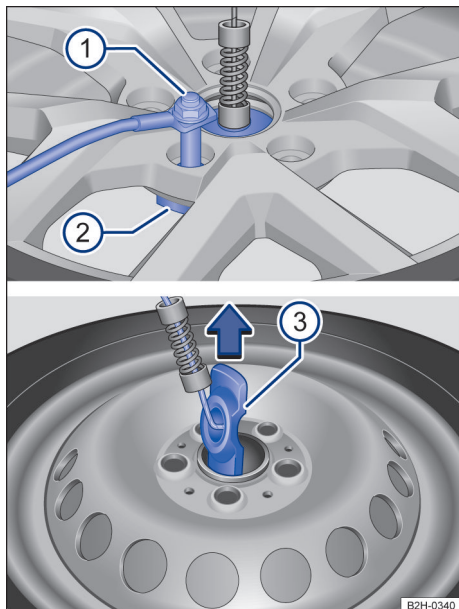

Fig. 14 Roda sobressalente ou roda de emergência: soltar o parafuso de segurança.
- Gire o parafuso de segurança com a chave da roda no sentido anti-horário para retirar o suporte do aro → Fig. 14 ①.
- Remover o suporte do aro do sentido da seta do orifício do aro → Fig. 14 ③.
- Girar o parafuso de segurança → Fig. 14 ① no sentido horário no suporte do aro.